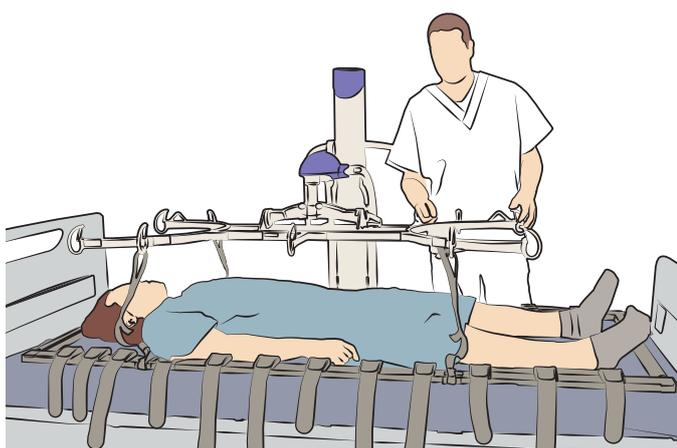

Fig. 22
2. Cuando haya terminado de bajar al paciente, retire las correas de sujeción de doble bucle del bastidor de la camilla y de la camilla con correas de Arjo. Vea la fig. 22